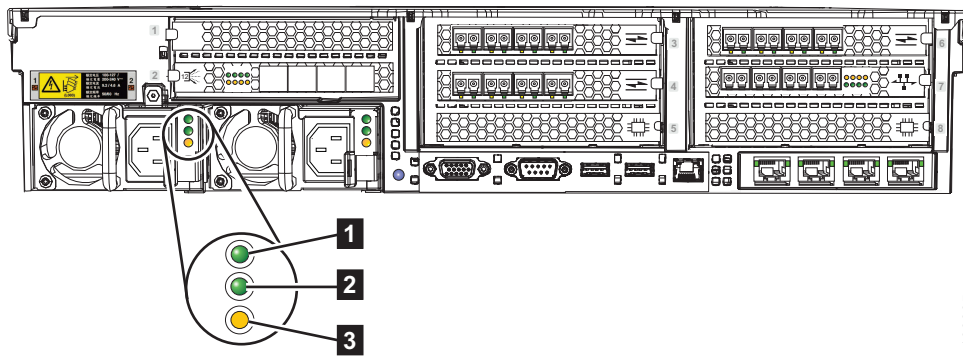

图 140. 2145-SV1 交流、直流和电源错误指示灯
5. 验证交流电源指示灯（**1**）和直流电源指示灯（**2**）是否亮起。每个电源都有一组指示灯，如图 140 中所示。在此示例中，此图显示电源 1 的 LED 指示灯。